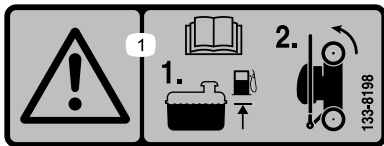

Рисунок 19
1. Проверьте, чтобы уровень топлива в топливном баке не превышал уровень, рекомендованный компанией-изготовителем двигателя; см. наклейку компании-изготовителя на двигателе (Рисунок 19).